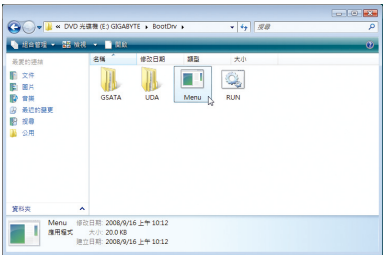
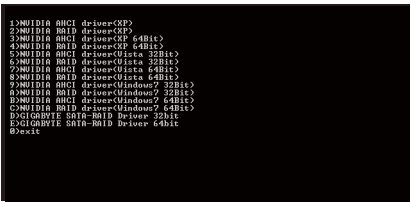

图2
图3
- 2：进入光盘中「BootDrv」文件夹，双击「Menu.exe」文件(图2)后会出现「命令提示字符」画面，内含如图3的控制器选单。
- 3：放入空白软盘。依所要安装的操作系统按下SATA控制器驱动程序代码后再按<Enter>键。以图3的选单为例，若要复制 Windows XP (32-bit) 操作系统的RAID驱动程序请选择「2」NVIDIA RAID driver (XP)」。